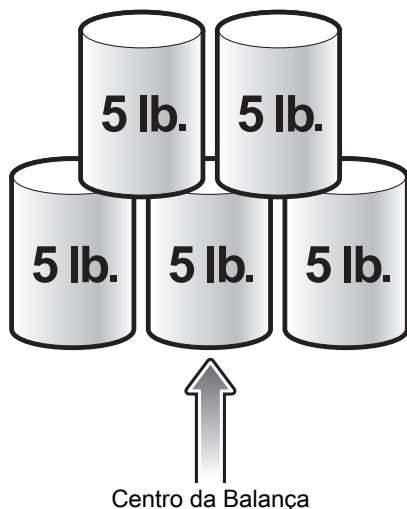

Figura 4-3 Configuração da calibração de peso para libras
- a. Coloque pesos de 25 lb no leitor como mostrado na *Figura 4-3*; três pesos de 5 lb centralizados no meio da balança e dois pesos de 5 lb centralizados na parte superior.